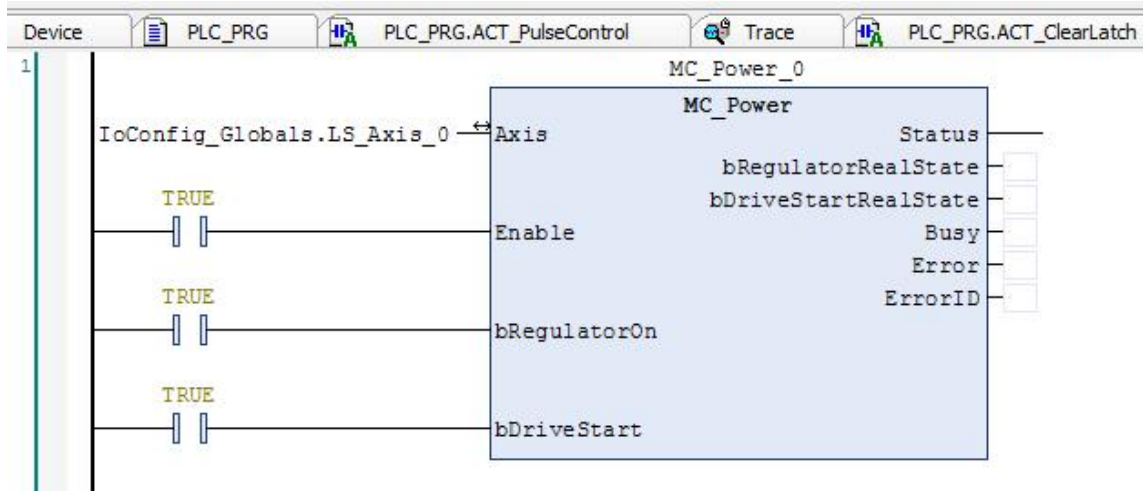

图 9.44 上电模块 Power
3) 按照步骤 2 的方法依次添加上电模块 Power、相对运动模块 RelativeMove、高速锁存模块 ACT_HighSpeedLatch，并填写相应的参数，如图 9.44~9.48。